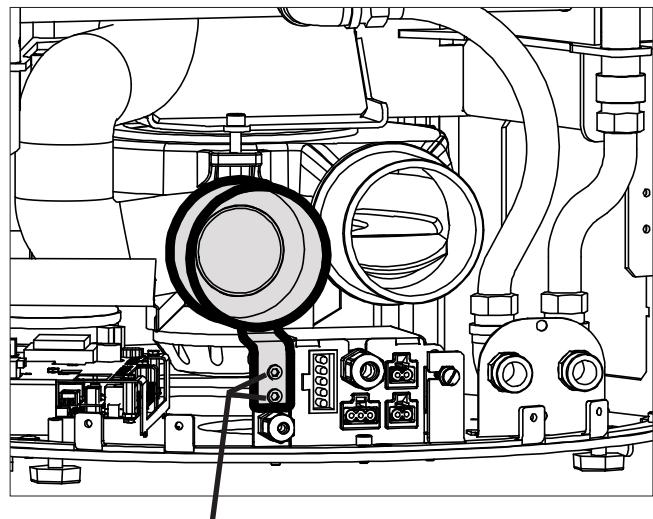

Fig.2b Vis de manchon de raccord à l'air de combustion
- Dévisser le manchon d'air de combustion (Fig.2b).